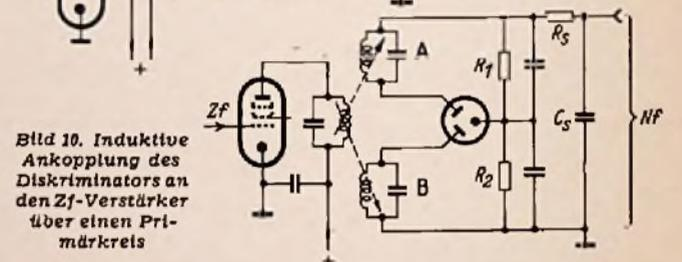

Bild 10. Induktive Ankopplung des Diskriminators an den Zf-Verstärker über einen Primärkreis
b) über einen Primärkreis  $L_0 C_0$  erfolgen, der an der Anode der letzten Zf-Stufe liegt und auf die Trägerfrequenz abgestimmt ist. An diesen Kreis sind die beiden Diskriminatore Kreise A und B induktiv angekoppelt (Bild 10). Vorteil: Einfachheit der Schaltung; Nachteil: Schwierigerer Abgleich der Kreise A und B, da sie über den Primärkreis miteinander verkoppelt sind und sich bei der Abstimmung untereinander beeinflussen.